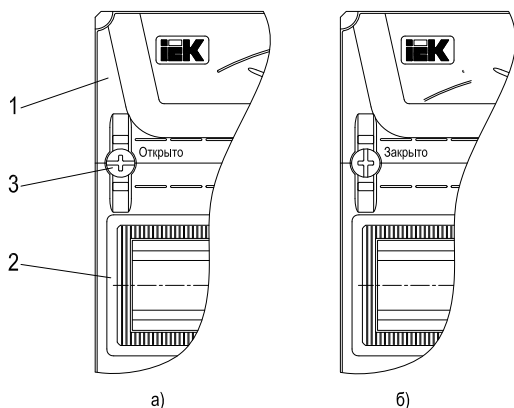

Рисунок 2 – Оперативная панель
6.2 Открыть дверь корпуса и посредством отвёртки повернуть крепёжные клипсы на оперативной панели на угол 90° (шлиц на головке клипсы должен встать параллельно DIN-рейке), при этом панель отщелкнется со стоек и её можно снять (рисунок 2а). Торцевым гаечным ключом на 10 мм открутить гайки и демонтировать из оболочки монтажную раму.
6.6 Установить оперативную панель. Для этого повернуть крепёжные клипсы таким образом, чтобы шлиц на головке встал перпендикулярно DIN-рейке и надавить на них, при этом панель защёлкнется в стойке (рисунок 2б).